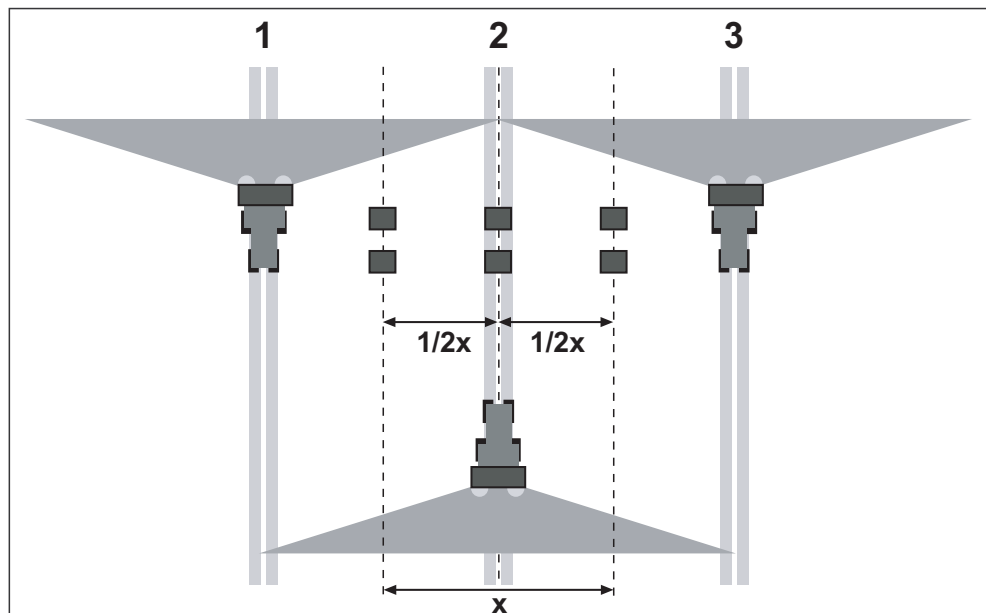

Bild 7.24: Uppställning för tre passeringar
- Placera två uppsamlingssskålar på ett avstånd av **1 m** efter varandra i överlappningszonerna och i den inre körbanan (enligt bild 7.24).